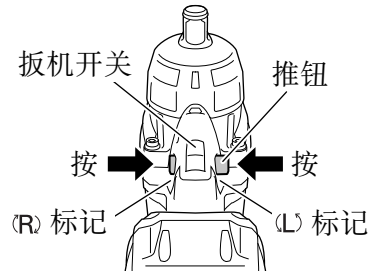

图 14
按推钮的 L (左) 侧使钻头逆时针旋转。(参照图 14)。(机身上标有 (L) 和 (R) 标记。)